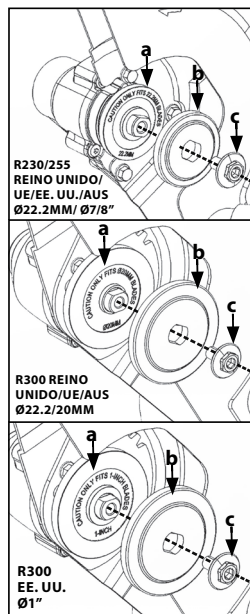

FIG. 1
- Instale el borde de la hoja (a) en el lado interior de la hoja. (Fig. 1)
- Instale el borde exterior de la hoja (b) e introduzca el perno del eje (c) en el eje de la máquina, para la máquina correspondiente. (Fig. 1)